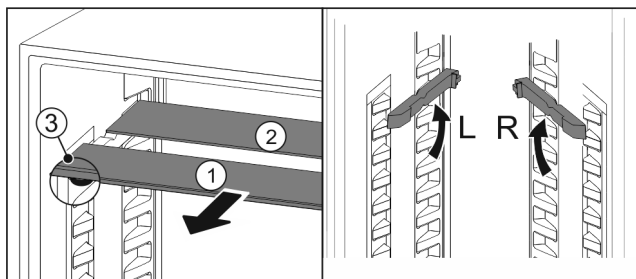

Fig. 21
- ▶ Skleněné desky jednotlivě vytáhněte dopředu Fig. 21 (1).
- ▷ Skleněná deska Fig. 21 (1) s ozdobnou lištou leží vpředu.
- ▷ Zarážky Fig. 21 (3) směřují dolů.